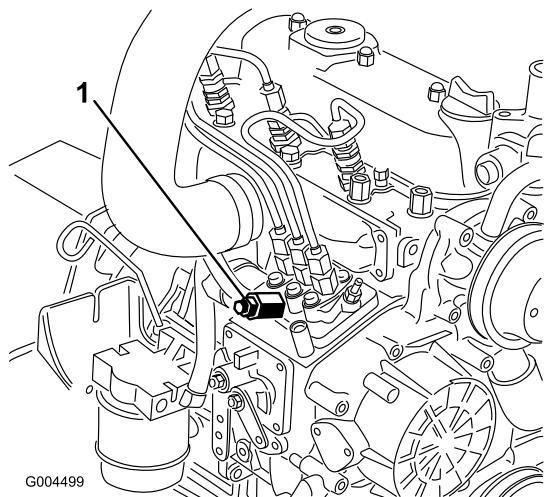

Figure 62
- Placez un chiffon sous la vis de purge d'air sur la pompe d'injection et ouvrez-la (Figure 62).